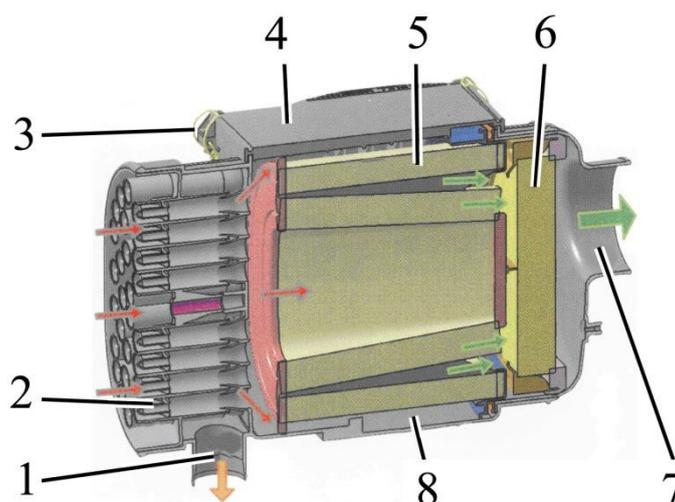

Рис. 7.16 – Обслуживание воздухоочистителя опрыскивателя
- проверить наличие загрязнений контрольного фильтрующего элемента 6 (рисунок 7.16), не вынимая его из корпуса;